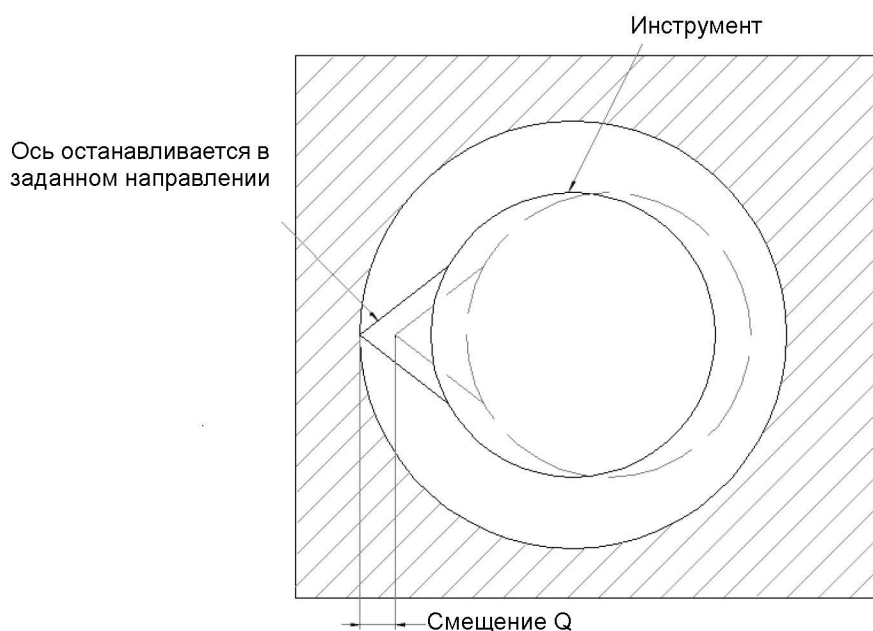

Рис. 2: Функция смещения для точной расточки
- смещение резака на расстояние Q от стенки отверстия (Рис. 2) таким образом, чтобы резак мог выходить из отверстия, не царапая обрабатываемую поверхность